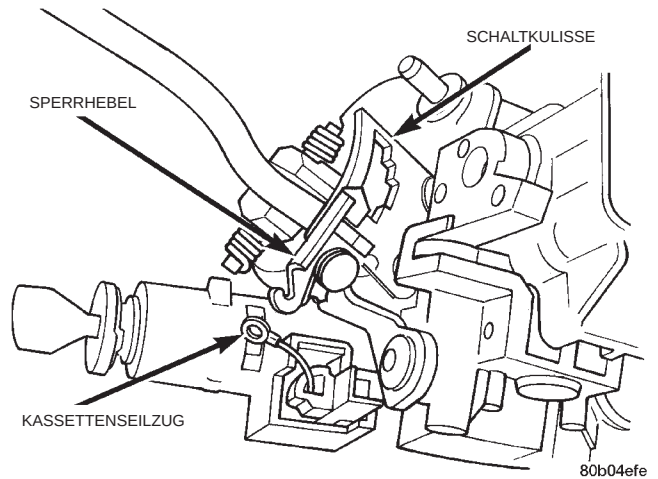
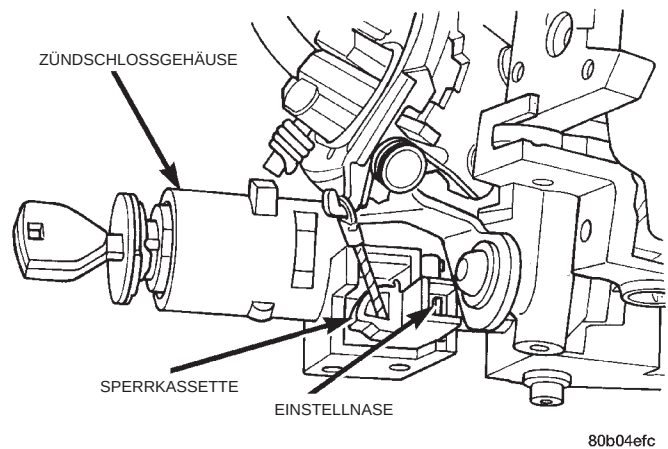

Abb. 28 Sperrhebel und Schaltkulisze
Abb. 29 Einstellnase an der Zündschaltersperre – Lenkradschaltung
- (1) Sicherstellen, daß der Sperrhebel ungehindert auf der Schaltkulisze drehbar ist (Abb. 28).
- (2) Zündschlüssel abziehen und Schalthebel in Stellung P bringen. Seil über den Haken am Sperrhebel des Schaltmechanismus hängen.
- (3) Kassette bis zum Einrasten in das Gehäuse schieben.
- (4) Zum Einstellen der Sperre die Einstellnase bis zum Anschlag eindrücken (Abb. 29). Die Einstellnase rastet mit hörbarem Klicken ein. Auf festes Drücken bis zum Einrasten achten.